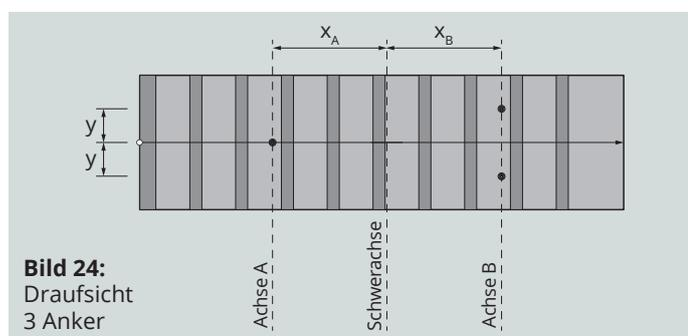

Bild 24:
- **Lage bei drei Ankern:** Bei drei eingebauten Ankern im Auftritt der Treppe, sind zwei Anker im oberen Teil und ein Anker im unteren Teil der Fertigteiltreppe anzuordnen (Bild 24).